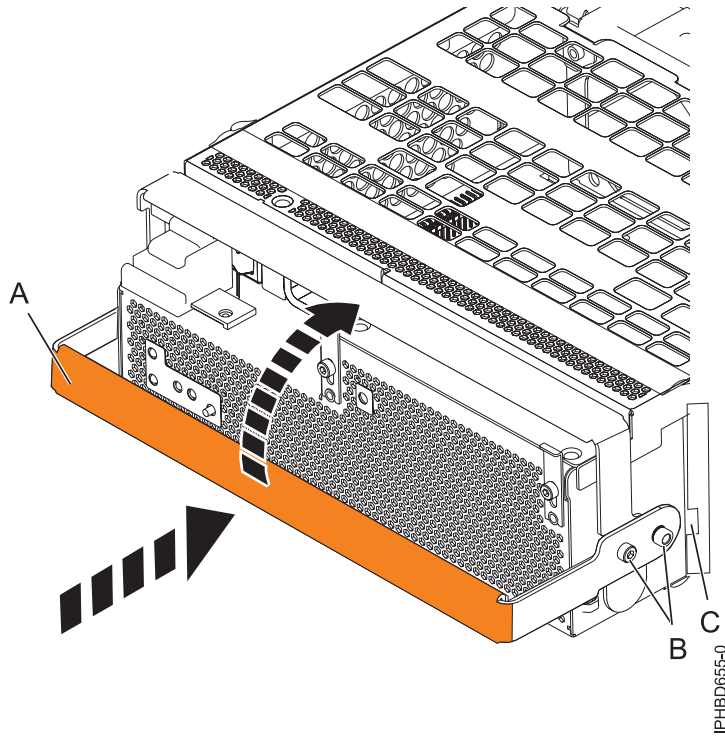

Figure 60. Remplacement d'un bloc d'alimentation
10. Pour remplacer l'alimentation électrique, avec la poignée de verrouillage (A) en position ouverte, insérez l'alimentation électrique dans l'unité d'extension comme indiqué à la figure 60, à la page 74.
11. Fermez le levier de verrouillage (A) jusqu'à ce que le bloc d'alimentation soit maintenu en place.